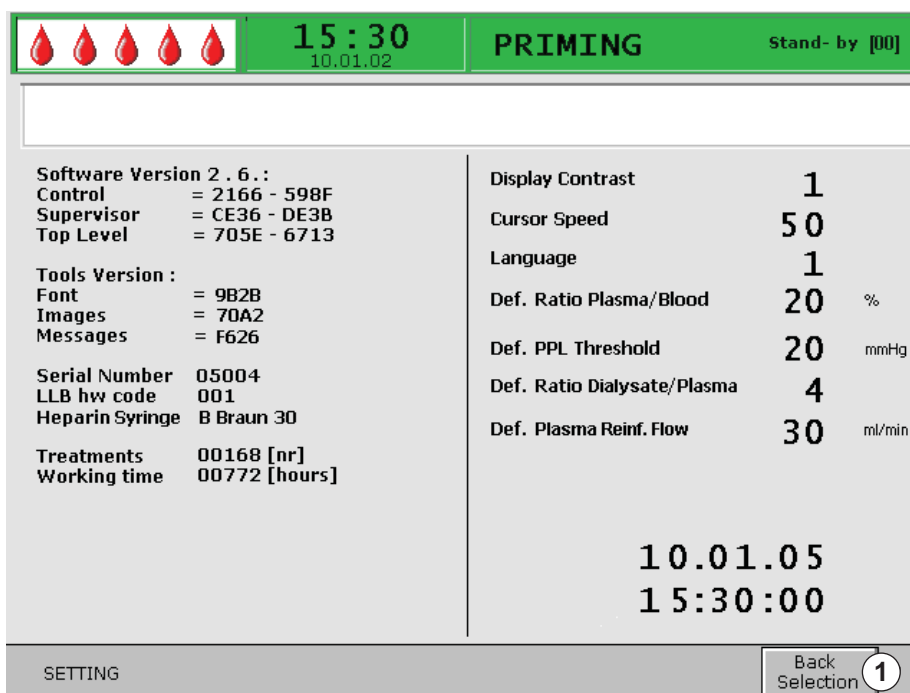

Рис. 3-8 Выход из экрана *Настройки*
1. Для выхода из экрана *Setting* (Настройки) выбрать пункт *Back Selection* (Назад; Рис. 3-8 , ①) в строке меню и нажать кнопку *Ввод*.